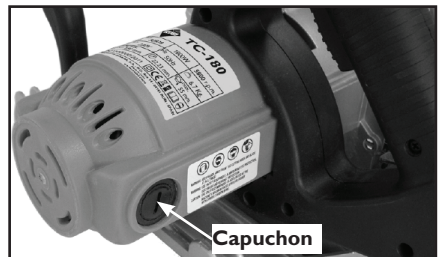

Fig.10
Pour remplacer: il suffit d'enlever le capuchon (47) et de retirer les anciens charbons (46). Les remplacer par de nouveaux charbons (toujours remplacer par paire) en veillant à ce qu'ils s'alignent correctement et glissent librement. Ensuite replacer le capuchon. Voir fig.10.